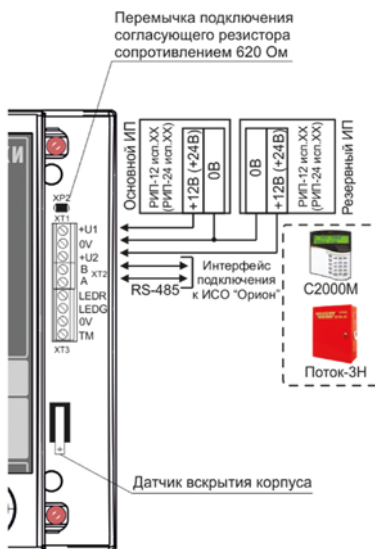

Рисунок 2. Схема внешних соединений блока «Поток-БКИ»
2.2.1 Подсоедините кабели к клеммам в соответствии с рис. 2.
2.2.5 Если блок не является последним в линии интерфейса RS-485, удалите перемычку, расположенную на плате блока (рис. 2).